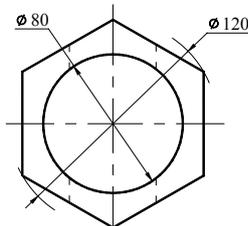

Рис. 6.4. Вихідні дані
**Задано:** зображення геометричного тіла (рис. 6.4, табл. 6.1).
**Приклад 2.** Побудова нестандартного тіла у формі правильної шестигранної призми зображеної на рис. 6.4, методом видавлювання, а потім треба накреслити три види, перетин та аксонометричну проекцію застосовуючи твердотіле моделювання.
Як основу для побудови тіла методом видавлювання використовують вид зверху (рис. 6.4). Побудову ведуть у такій послідовності: